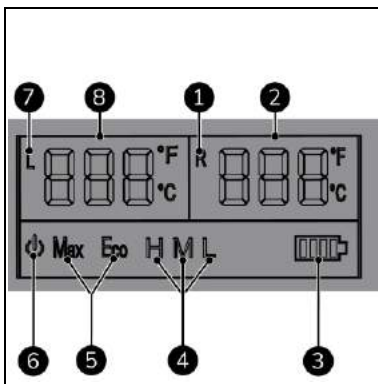

Figura 6
- Se indică valoarea setată sau curentă a temperaturii din compartimentul de răcire (Figura 6, poziția 1) sau din compartimentul de congelare (Figura 6, poziția 2) (Celsius sau Fahrenheit).
- Baterie (Figura 6, poziția 3) arată starea bateriei vehiculului.
- Protecția bateriei (Figura 6, poziția 4) arată modul de protecție a bateriei selectat în prezent (ridicat, mediu sau scăzut).
- Capacitate de răcire (Figura 6, poziția 5) arată capacitatea de răcire (MAX sau ECO).
- PORNIRE/OPRIRE (Figura 6, poziția 6) arată dacă aparatul este pornit sau oprit.
- L (Figura 6, poz. 7) și/sau R (Figura 6, poz. 1) clipească; unitatea se răcește. L și/sau R rămân aprinse; unitatea nu se răcește.
Atunci când aparatul este conectat la sursa de alimentare, se aprinde indicatorul luminos de pornire/oprire (Figura 6, poziția 7).